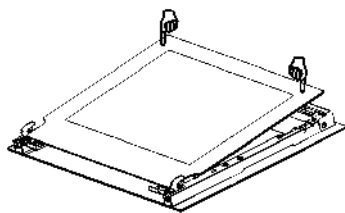

Figure 13
2. Pour enfoncer le verre dans le mousqueton, comme illustré à la figure 13.